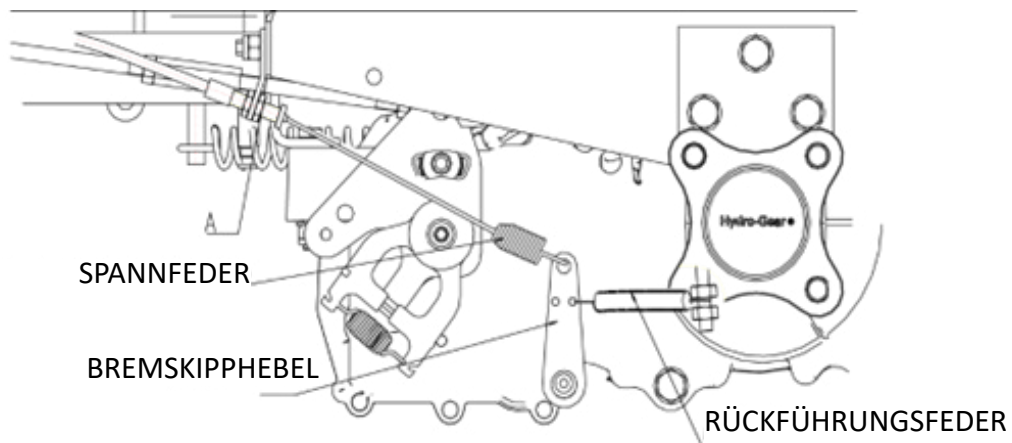

FIG.9
- b) (Siehe ABB. 9) Da die Federkraft gut berechnet ist, ist es nicht notwendig, die Feststellbremse auf diese Weise wesentlich einzustellen. Wenn eine Feineinstellung erforderlich ist, lösen Sie die Mutter zur Einstellung an Punkt A.